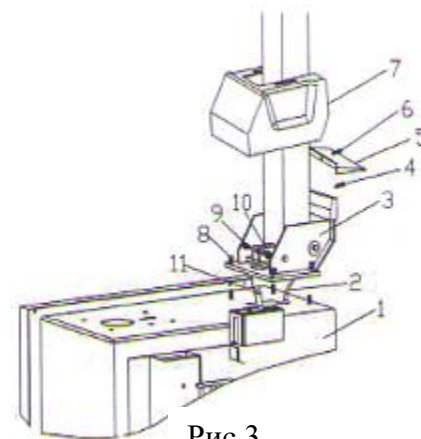

Рис.3
2) Установить колонну (принадлежности см. на чертежах детализации) (3, рис. 3) в квадратное отверстие корпуса (1, рис. 3) станка с 4 винтами M12, пропустить воздушный шланг (2, рис. 3) через отверстие в колонне. Затянуть 4 контргайки (8, стр. 3).
3) Вставить винт (9, рис. 3) в отверстие колонны и соединить его со штоком цилиндра поворота колонны (11, рис. 3), затянуть соединение контргайкой (10, рис. 3).
4) Открутить два винта крепления левого кожуха и снять кожух, подключить шланг подачи воздуха (2, рис. 3) к 5-ходовому клапанному блоку. Зафиксировать кожух.
- 5) Установить пластиковый кожух (7, рис. 3) и закрепить его двумя болтами (4, рис. 3).
- 7) Установить задний пластиковый кожух (5, рис. 3) на колонну и закрепить его винтом (6, рис. 3).